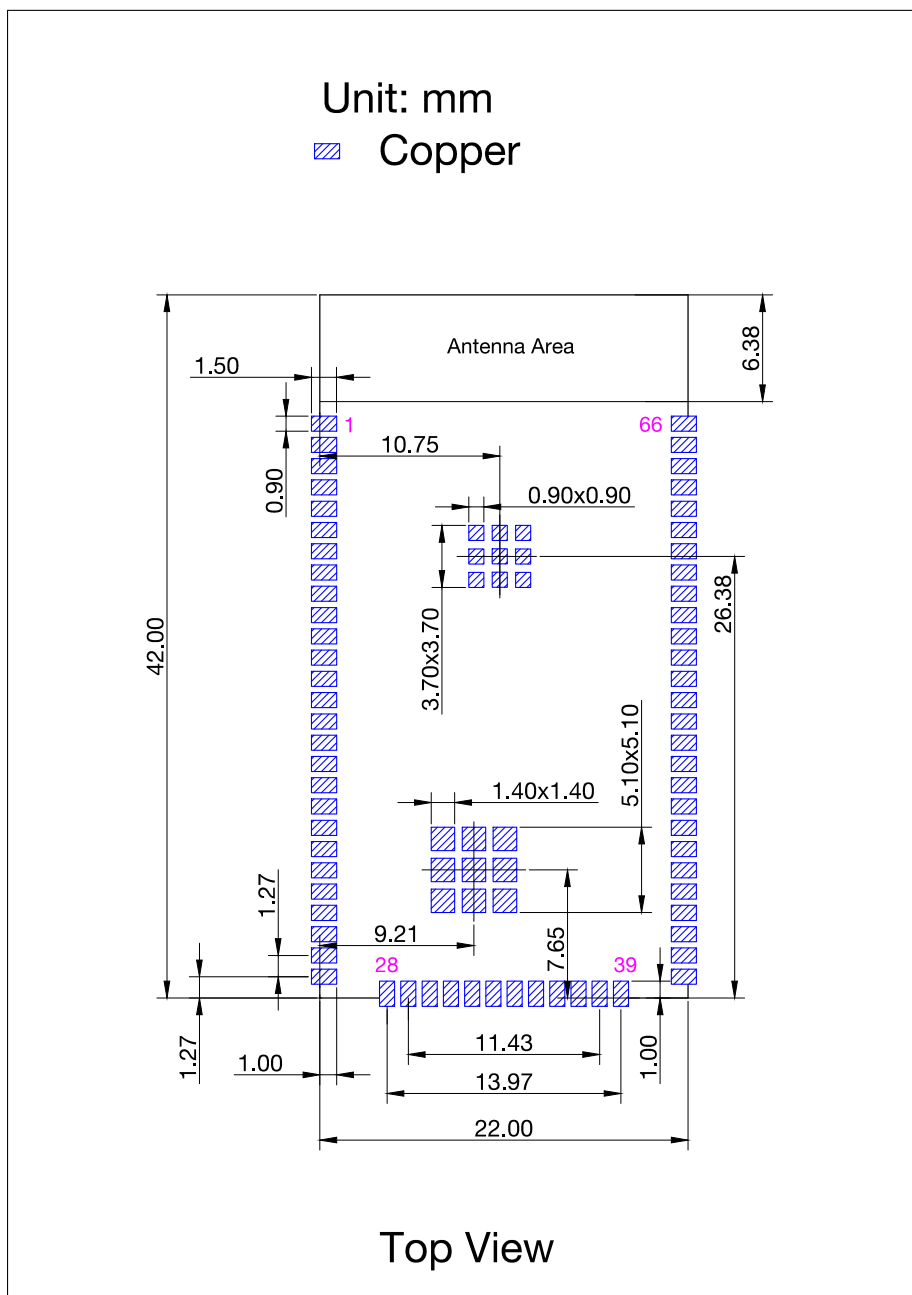
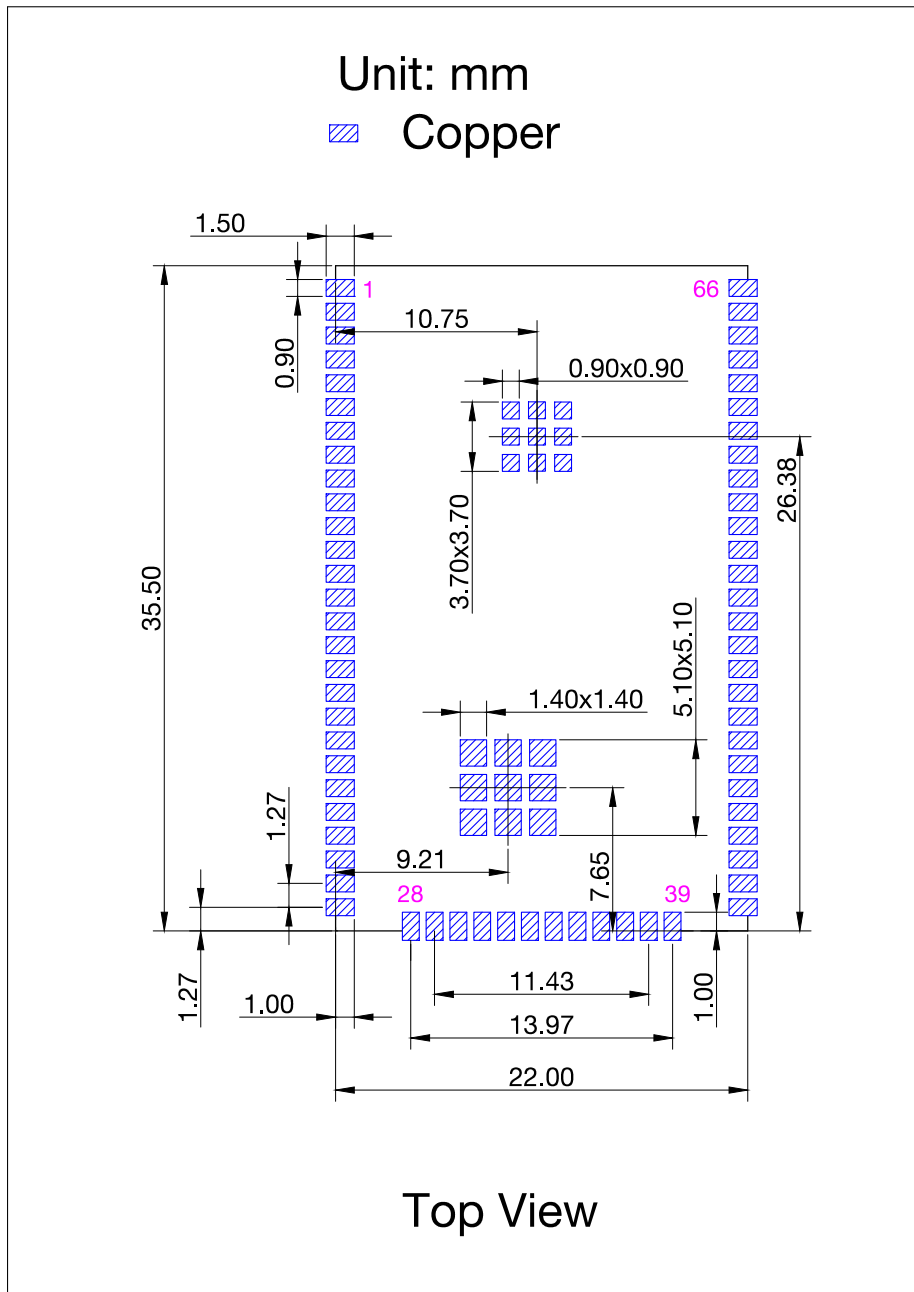

图 13: ESP32-DU1906 PCB 封装图形
图 14: ESP32-DU1906-U PCB 封装图形
- 推荐 PCB 封装图，标有 PCB 设计所需的全部尺寸。详见图 13 *ESP32-DU1906 PCB 封装图形* 和图 14 *ESP32-DU1906-U PCB 封装图形*。
- 推荐 PCB 封装图的源文件，用于测量图 13 和图 14 中未标注的尺寸。您可用 Autodesk Viewer 查看 ESP32-DU1906 和 ESP32-DU1906-U 的封装图源文件。